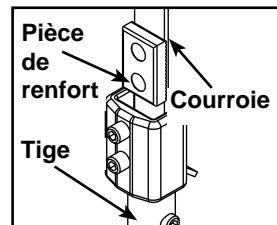
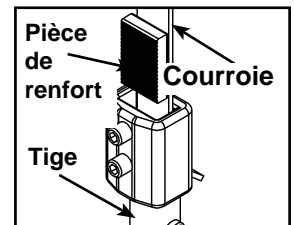

Figure 8A
Figure 8B
- D. Vérifiez si la courroie et la pièce de renfort sont installées correctement, tel qu'illustré à la figure 8A. **REMARQUE :** N'installez pas la pièce de renfort à l'envers, tel qu'illustré à la figure 8B.